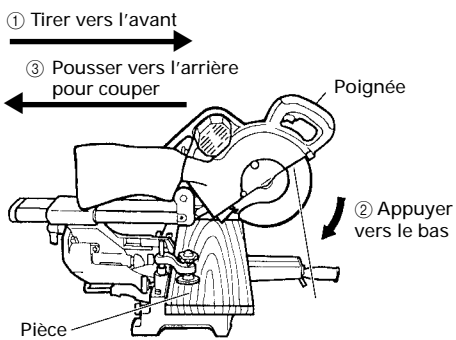

Fig. 28
Puis, appuyer sur la poignée et ramener la lame vers l'arrière pour couper la pièce comme indiqué à la Fig. 28. Cela facilitera la coupe des pièces d'une hauteur allant jusqu'à 3-11/32" (85mm) et d'une largeur allant jusqu'à 12-9/32" (312mm).
**⚠ AVERTISSEMENT:** \* Lors d'une coupe avec chariot, procéder comme indiqué à la Fig. 28. Une coupe avec chariot vers l'avant (vers l'opérateur) serait très dangereuse car la lame pourrait effectuer un retour vers le haut. En conséquence, toujours déplacer la poignée loin de l'opérateur.